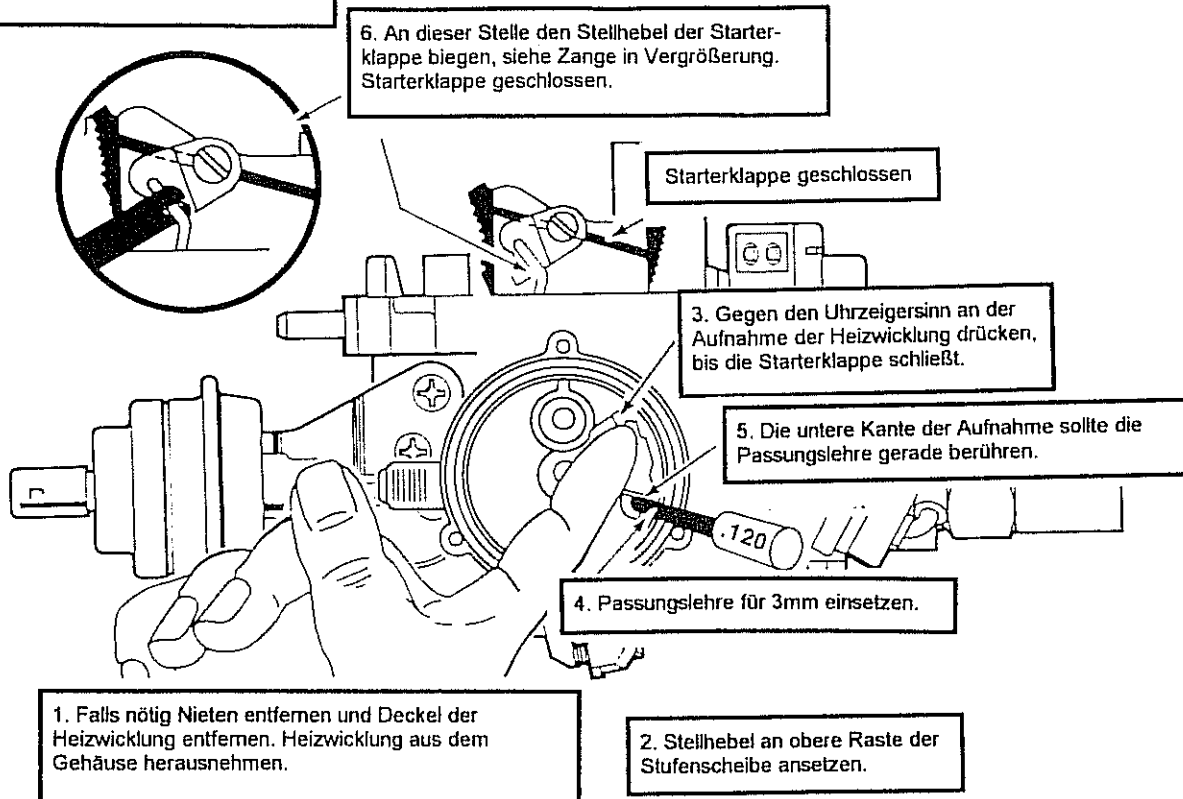

Abb. 2-65 Quadrajet Vergaser, EINSTELLEN DER STUFENSCHIEBE
1. Einstellung wie in Abb. 2-65 und 2-64 zuerst vornehmen.